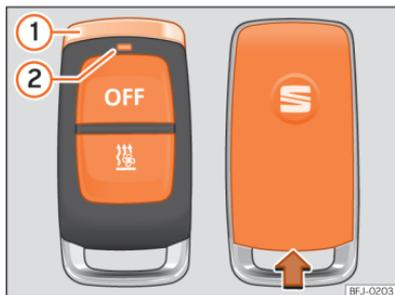

Abb. 96 Standheizung: mit Funkfernbedienung
Die LED der Funkfernbedienung ››› (Abb. 96) ② zeigt dem Nutzer nach einem Tastendruck verschiedene Zustände an:
- Funkfernbedienung mit dem verchromten Stift »» [Abb. 96] ① senkrecht nach oben halten.
- Geeignetes Werkzeug, z. B. Schraubendreher, in Pfeilrichtung in die Aussparung des Gehäuses der Funkfernbedienung stecken »» [Abb. 96].
- Abdeckung entgegen der Pfeilrichtung schieben, bis sie einrastet »» [Abb. 96].